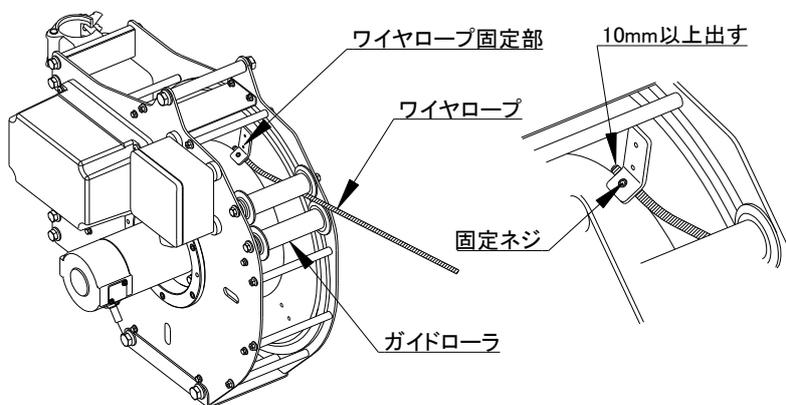

図3-3-1
- ① ベビー・ワインダーを巻下げ操作しロープリールに巻かれたワイヤロープを巻出し固定部から外してください。（図3-3-1参照）
- ② 巻下げ操作しベビー・ワインダーからワイヤロープを全て巻きだしてください。エンドコマが付いている場合は外してください。
- ③ 外したワイヤロープの先端（フックがない方）を再度ロープリールの固定部に取付けてください（図3-3-1参照）
- ④ ロープリールの切替付ペンダントスイッチの「巻」ボタンを押して巻取を行ってください。片寄りや過度の乱巻きにならないようにしてください。